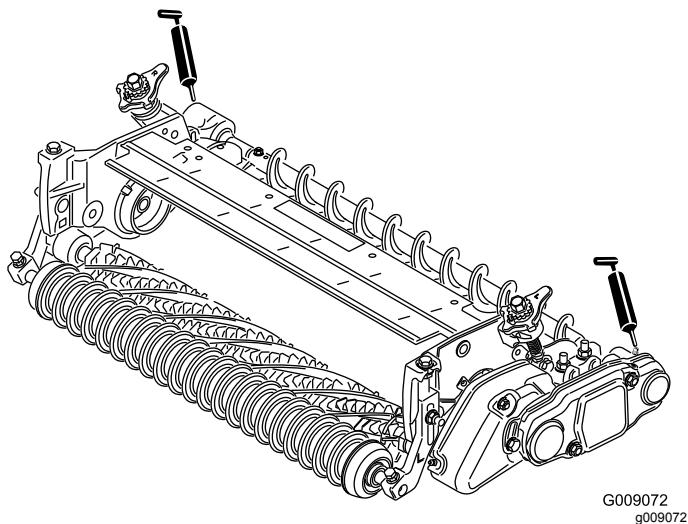

Bild 35
27. Schmieren Sie die Schmiernippel an den Lagergehäusen jeder Rollenbürste und an den anderen Stellen an der Schneideeinheit mit Nr. 2 Allzweckfett auf Lithiumbasis ein (Bild 35).